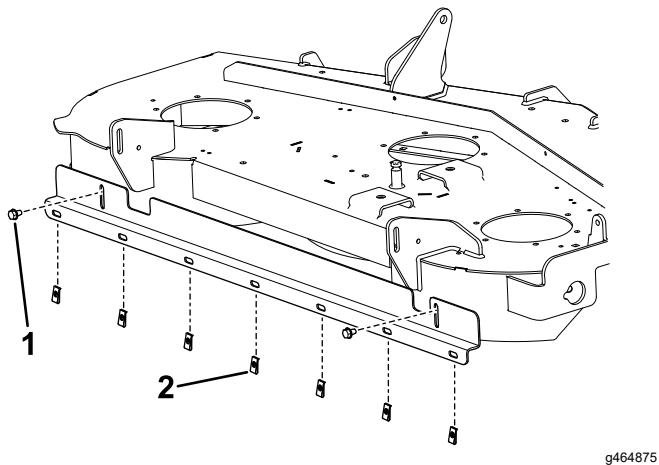

Figura 3
4. Instale el soporte en los taladros usando 2 pernos autorroscantes (Figura 3).
5. Instale 7 tuercas rápidas en los taladros abiertos del soporte (Figura 3).